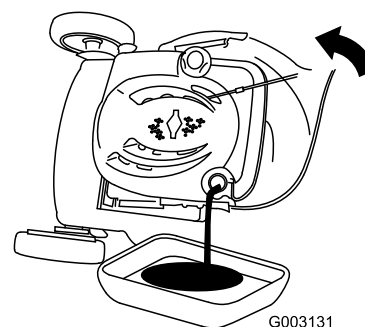

Рисунок 38
3. Переверните газонокосилку на одну сторону таким образом, чтобы воздушный фильтр был направлен вверх, для слива отработанного масла через маслозаливную горловину (Рисунок 38).